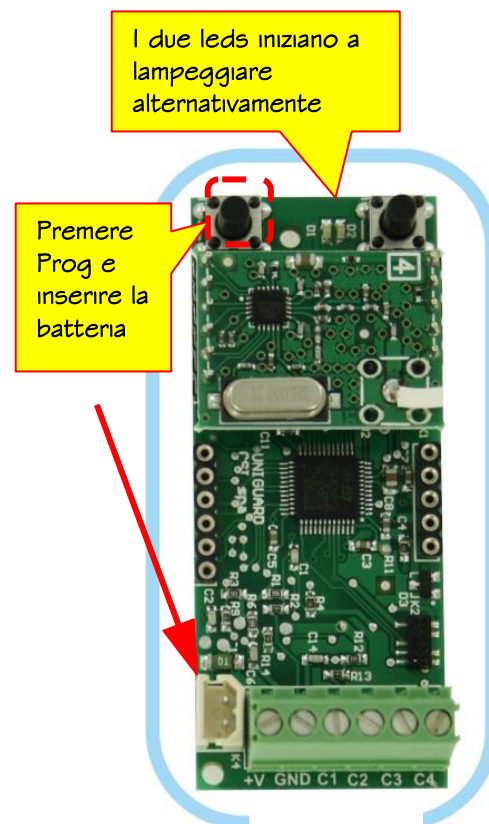

Fig. 3
3. Premere e tenere premuto il tasto di programmazione (fig.3)